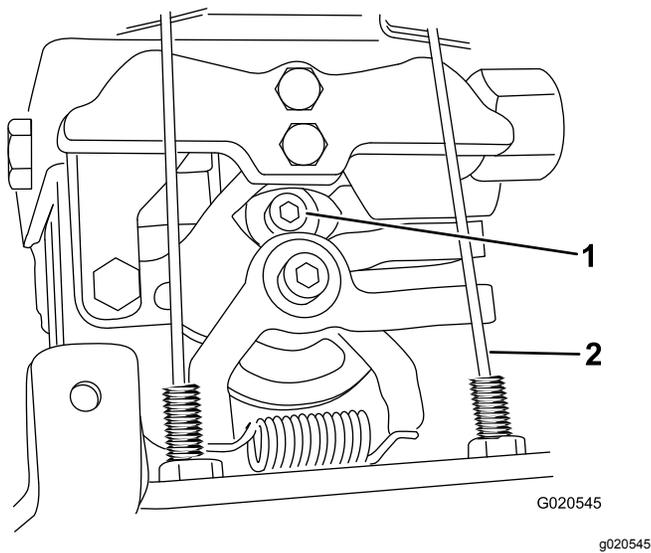

Figure 26
6. Desserrez la vis de verrouillage (Figure 26) jusqu'à ce qu'il soit possible de tourner le bras de retour.